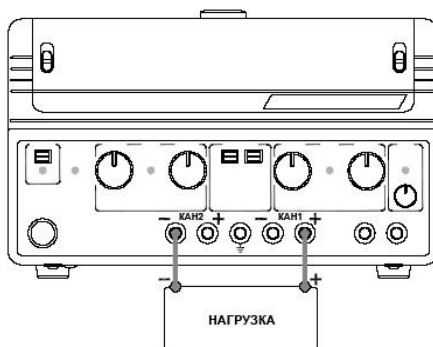

Рис.7.3. Подключение нагрузки в последовательном режиме
- Проверить полярность подключения. Подсоединить к выходным клеммам ведущего/ведомого источника внешнюю нагрузку в соответствии с рис. 7.3